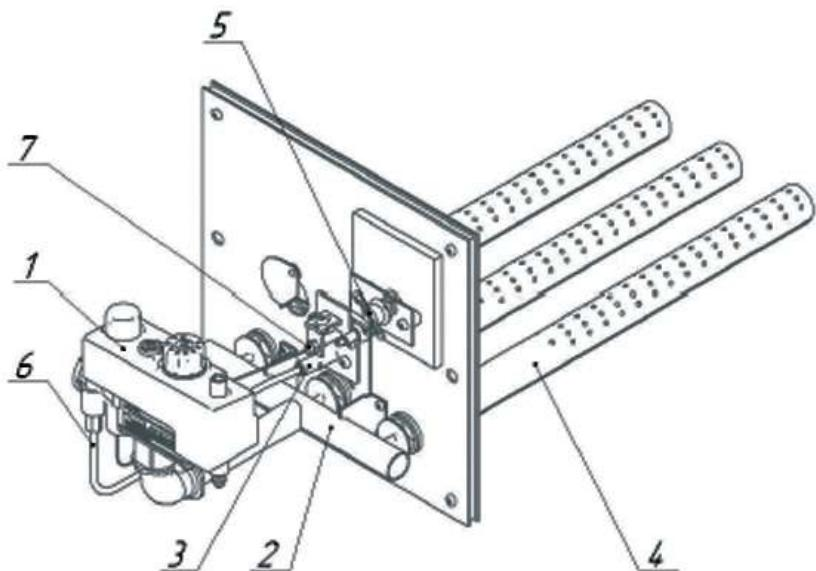

Рисунок 3 - Состав устройства газогорелочного УГ-САБК-АБ
6.3 Срабатывание газового блока в аварийном режиме (рис.3):